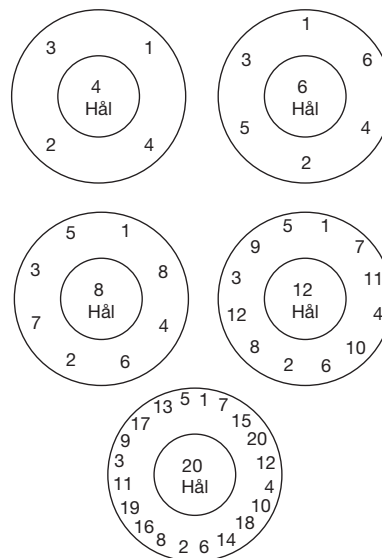

Bild 39: Åtdragningsmönster för bultar
16. Applicera en liten mängd smörjmedel på fjäderbrickans lageryta på spindeln (15).
17. Placera fjäderenheten på spindeln (15).
18. Placera en ny kåppackning (12) i basen (1) innan kåpan (11) monteras. Dra åt pinnmuttrarna (14) jämnt med hjälp av lämpligt åtdragningsmönster (se bild 39). Bestäm erforderligt vridmoment för den aktuella ventilen (se tabell 11). Bestäm vridmomentvärdena för varje varv i mönstret (se tabell 11). Den sista omgången säkerställer att alla skruvmuttrar har det vridmoment som krävs.
19. Med justerskravens låsmutter (20) monterad nära justerskravens topp (19) appliceras en liten mängd smörjmedel på den sfäriska änden och gängorna på justerskraven.
20. Skruva in justerskraven (19) i kåpan (11) tills den kommer i kontakt med fjäderbrickan (17).